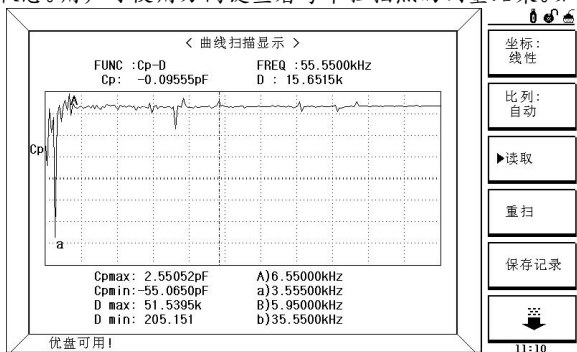

图 3-8-1 曲线扫描显示测量界面
- 3) 读取：选择软键区 **读取**，则该软键显示为 **读取**，表示现在处于读取数据状态。用户可使用方向键查看每个扫描点的测量结果。如图 3-8-1。
如图 3-8-1 所示，此时竖直虚线所对应扫描点测试结果如下所示：